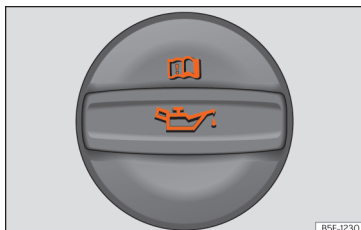

Рис. 234 Моторний відсік: кришка горловини для моторної оливи.
- Знайдіть заливну горловину для моторної оливи. Вона має символ на кришці ►► **рис. 234**.
- Зніміть кришку заливної горловини для моторної оливи ►► **рис. 234**.